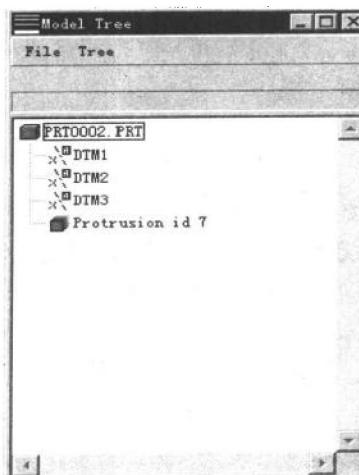

图 1-14 模型结构图
(3) 模型结构图又叫做模型树，该结构图可以记录建模、组装或加工过程的每一个步骤，同时对模型进行设计变化、搜索等功能，如图 1-14 所示。